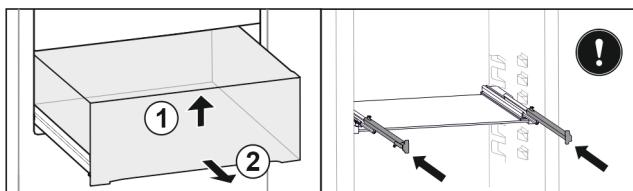

Fig. 22
- Підняти висувний ящик спереду. Fig. 22 (1)
- Вийняти висувний ящик рухом вперед. Fig. 22 (2)